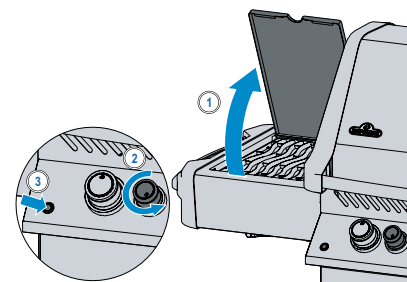

Abb. 2
4. Falls der Brenner nicht zündet, drehen Sie den Bedienknopf im Uhrzeigersinn zurück auf AUS. Warten Sie fünf Minuten. Wiederholen Sie Schritt 2 und 3. (Abb. 2)